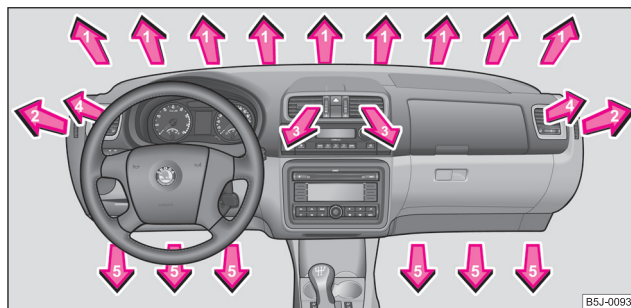

Abb. 108 Luftaustrittsdüsen
- Luftaustrittsdüsen **4** ⇒ Seite 90, Abb. 108 öffnen und zur Seitenscheibe richten.
- Luftaustrittsdüsen **4** ⇒ Seite 90, Abb. 108 öffnen und zur Seitenscheibe richten